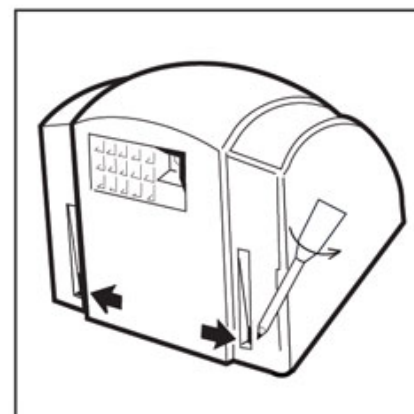

Рисунок 4
- 2) При помощи отвертки вывинтите винты из нижней панели сушилки и снимите крышку (рис.4).